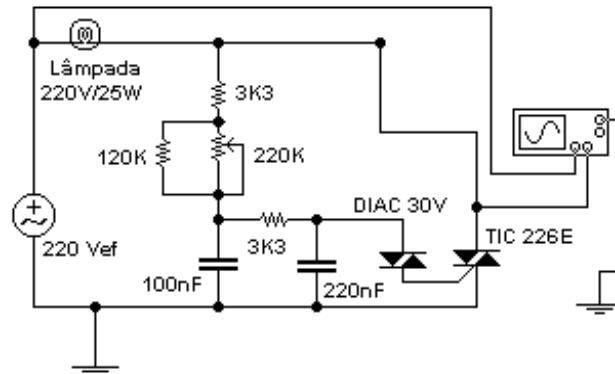

Figura 40
14.1.1 – Monte o circuito da figura 40.